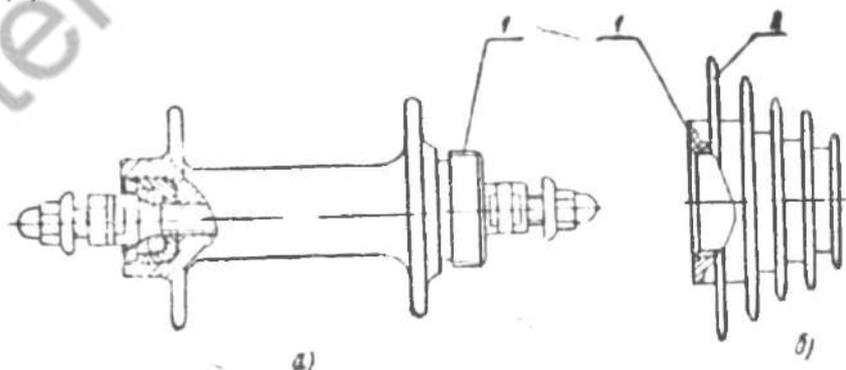

Рис. 16. Бестормозная втулка заднего колеса с трещоткой
7.3.2. Бестормозная втулка заднего колеса (рис. 16а) по конструкции аналогична втулке переднего колеса и отличается от нее фланцем с резьбой, на который наворачивается трещотка.